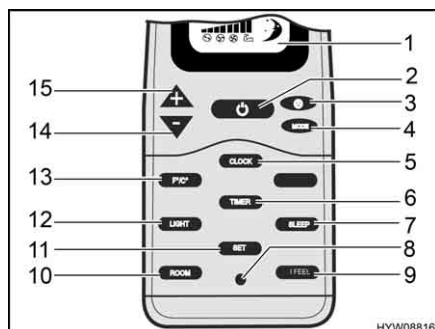
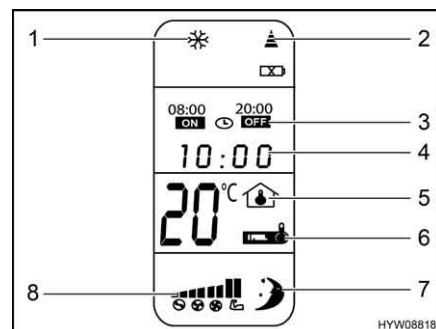

Fig. 49 Telecomando
Fig. 50 Display digitale
- Se l'impianto di climatizzazione è in modalità standby: Premere il tasto On/Off (Fig. 49,2) sul telecomando.
- Premere il tasto On/Off (Fig. 49,2) sul telecomando. L'impianto di climatizzazione passa in modalità standby.
- Premere il tasto invio (Fig. 49,11) sull'unità a soffitto. Le impostazioni vengono trasmesse tutte insieme all'impianto di climatizzazione e la ricezione è confermata dall'emissione di un segnale acustico.
- Premere il tasto ora (Fig. 49,5) finché l'indicazione dell'ora (Fig. 50,4) lampeggia.
- Impostare l'ora attuale con i tasti "+" (Fig. 49,15) e "-" (Fig. 49,14).